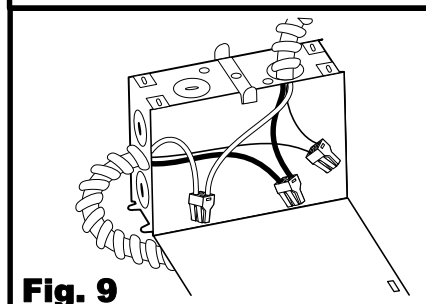

Fig. 9
5. Retira al menos 3 pulgadas del revestimiento exterior del cable y quita la envoltura de papel o plástico. Quita aproximadamente 3/8 pulgadas de aislamiento de los extremos de los cables de suministro. Usa los conectores de cable incluidos para hacer las siguientes conexiones en la caja eléctrica: **[Fig. 9]**: